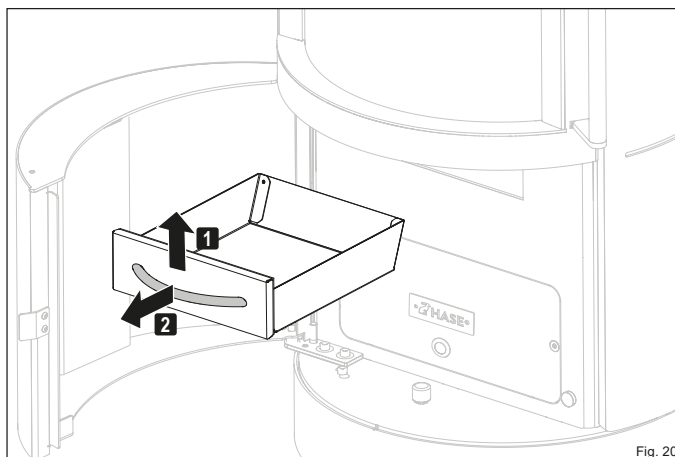

Fig. 20
- ▶ Tirez le bac à cendres hors de l'ouverture par le capot (Fig. 20). Videz les cendres dans un récipient résistant au feu.
- **Tirez le bac à cendres hors de l'ouverture par le capot (Fig. 20). Videz les cendres dans un récipient résistant au feu ou passez l'aspirateur.**
- **Tirez le bac à cendres hors de l'ouverture par le capot (Fig. 20).**